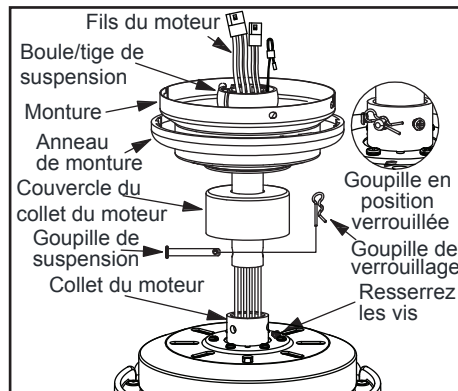

Figure 10
4. Faites passer les fils sortant du dessus du moteur du ventilateur par le couvercle décoratif du collet du moteur puis par l'anneau de montage. Assurez-vous que les ouvertures en fente sont orientées vers le haut. Faites passer les fils à travers la monture et ensuite à travers l'ensemble boule/tige de suspension. (Figure 10)
6. Alignez les trous au bas de la tige de suspension avec les trous du collet sur le dessus du boîtier du moteur. (Figure 10)
7. Insérez avec précaution la goupille de suspension dans les trous du collet et de la tige de suspension. Faites attention à ne pas coincer les fils à l'intérieur de la tige de suspension avec la goupille de suspension. Insérez la goupille de verrouillage dans le trou près de l'extrémité du boulon jusqu'à ce qu'elle se bloque en place, tel qu'indiqué dans le médaillon circulaire de la Figure 10.